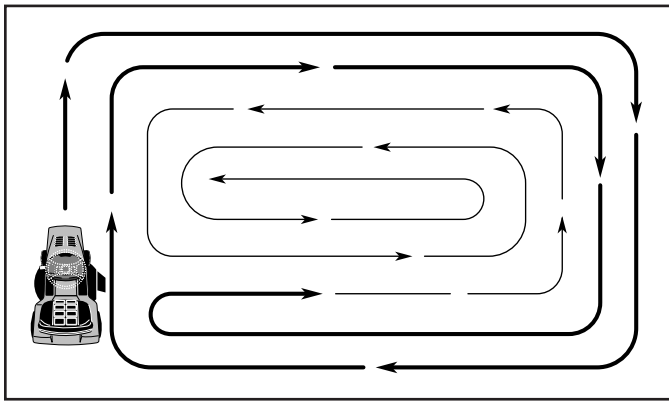

Fig. 15
- Al segar las áreas grandes, empiece girando a la derecha de modo que los recortes se descarguen, alejándose de los arbustos, cercos, entradas de automóviles, etc. Después de una o dos vueltas, siga en la dirección opuesta, haciendo virajes a la izquierda, hasta que termine (Vea Fig 15).
### SISTEMA PRESENCIA OPERADOR Y SISTEMA FUNCIONAMIENTO ATRÁS (ROS) (Vea Fig. 15)